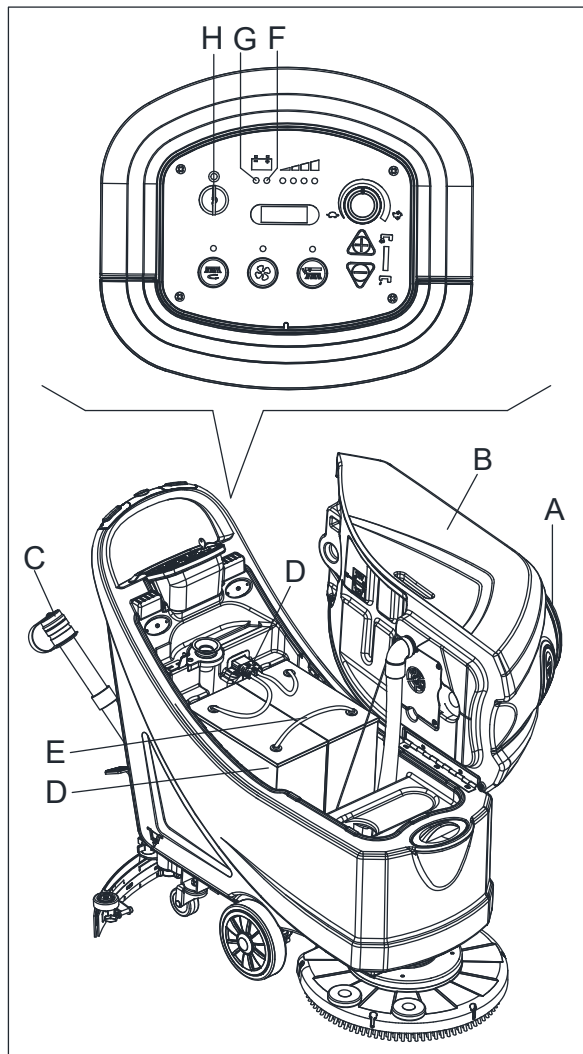

Рисунок 14
Заряжайте батареи, когда загорается желтый (F, Рисунок 14) или красный предупредительный световой сигнал (G), или после окончания уборки.
1. Откройте крышку (A, Рисунок 14) и убедитесь, что бак утилизации (B) пустой, в противном случае слейте бак при помощи сливного шланга (C).
3. Поверните ключ зажигания (H) на "0".
4. Аккуратно поднимите бак (B).
- Проверьте уровень электролита внутри батарей (D); при необходимости пополните через колпачки (E).
- Оставьте все колпачки батареи (E) открытыми для следующей зарядки.
- При необходимости очистите верхнюю поверхность батарей (D).